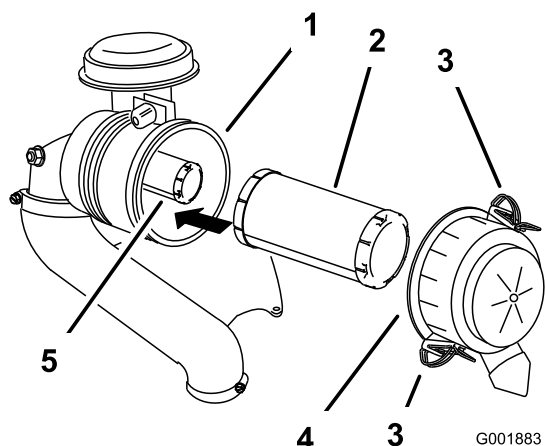

Figure 45
2. Ouvrez les dispositifs de verrouillage du filtre à air et enlevez le couvercle du corps du filtre (Figure 45).
4. Sortez l'élément principal du corps du filtre avec précaution (Figure 45).
2. Si vous remplacez l'élément de sécurité, insérez-le avec précaution dans le corps du filtre (Figure 45).
3. Placez ensuite l'élément principal sur l'élément de sécurité avec le même soin (Figure 45).
5. Reposez le couvercle du filtre à air, le côté portant l'inscription **UP** en haut, et fermez les dispositifs de verrouillage (Figure 45).